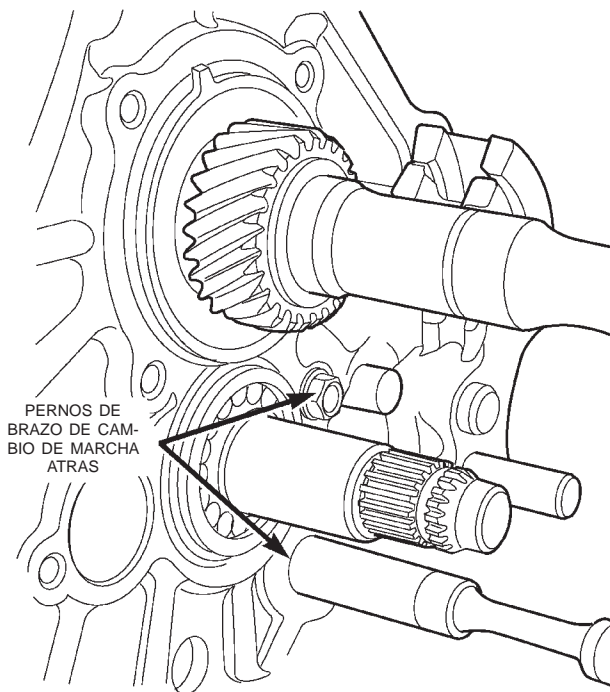

Fig. 60 Desmontaje de pernos de soporte de brazo de cambio de marcha atrás
(13) Retire los pernos que fijan el soporte del brazo de cambio de marcha atrás en la placa intermedia (Fig. 60).